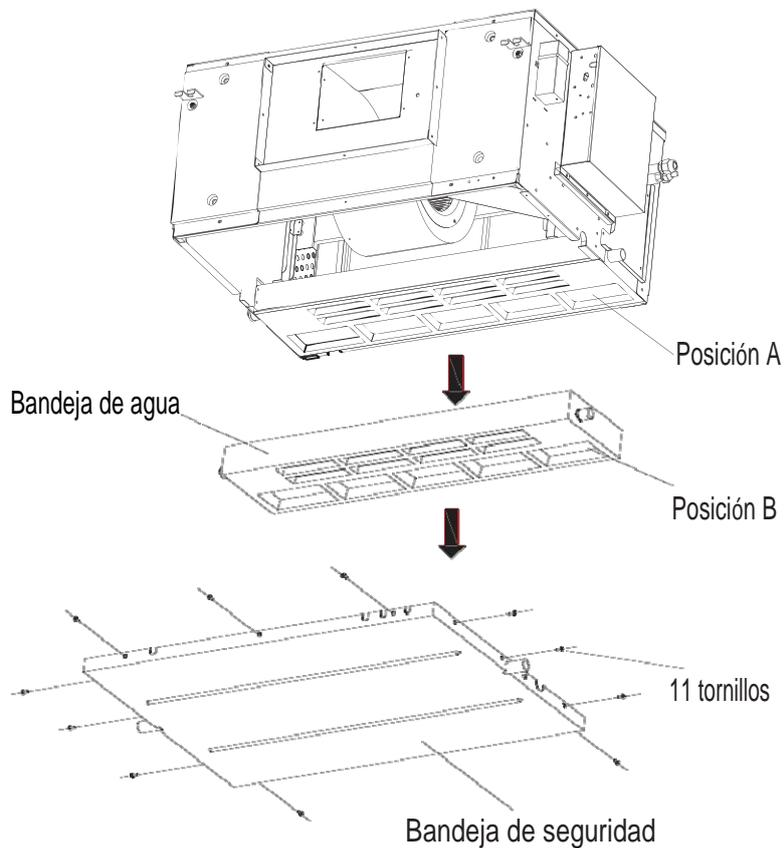

Fig.4-12
3. Extraiga la bandeja según indica el sentido de la flecha en la Fig. 4-12.